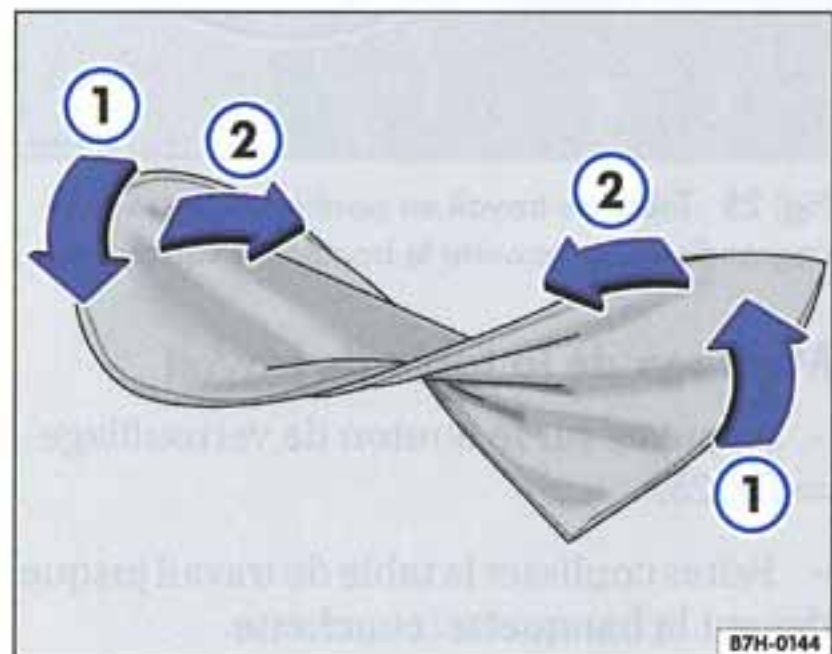

Fig. 28 Repliage de l'occultation pour les portes conducteur et passager avant
- Maintenez l'occultation de la porte conducteur à l'état déplié sur les bords extérieurs et tournez les mains en sens opposé ⇒ page 42, fig. 28 ①.
- Rejoignez les mains vers le milieu ②.
- Dépliez avec précaution les occultations ⇒ page 42, fig. 28 prévues pour les glaces latérales des portes conducteur et passager avant.